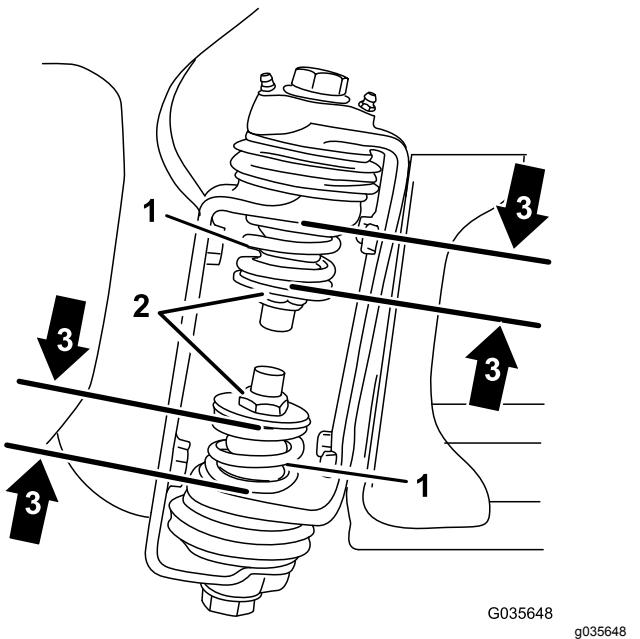

Figure 4
3. Au niveau de la charnière de rampe, mesurez la compression des ressorts supérieur et inférieur quand les rampes sont déployées (Figure 4).